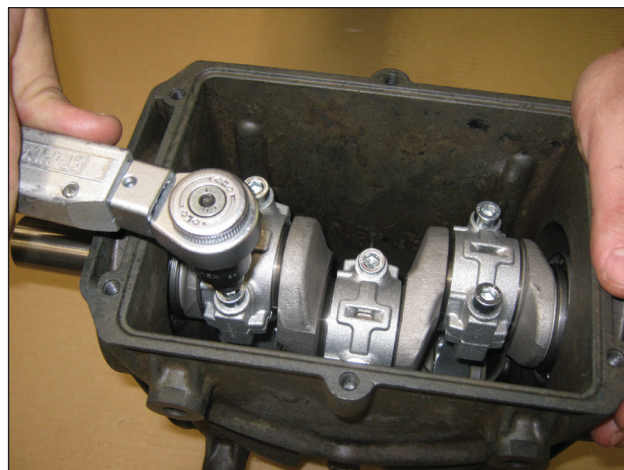

Fig. 10
- Fijar los sombreretes en los cuerpos de biela con los tornillos M8x35 (Fig. 10) y lubricar la parte inferior de la cabeza, procediendo en dos fases diferentes: